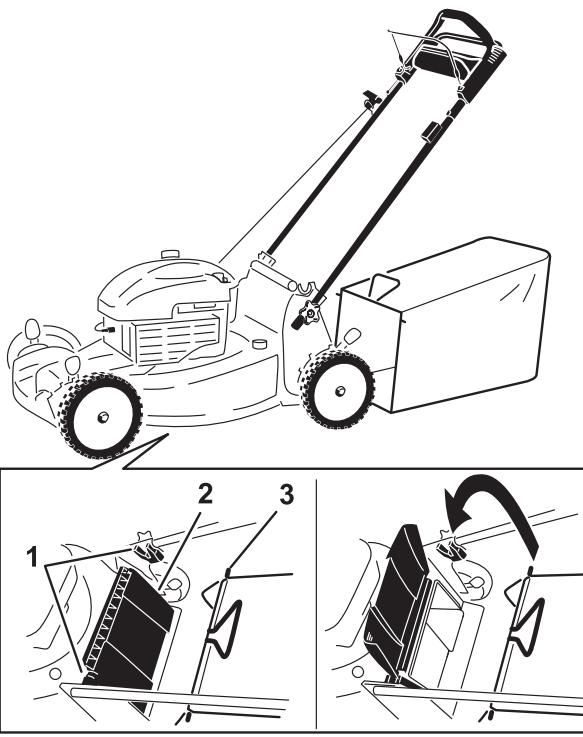

Figura 18
- Levante y sujeté el deflector trasero (Figura 18).
2. Instale la bolsa de recogida, asegurándose de que los pasadores de la bolsa descansen en las muescas del manillar (Figura 18).